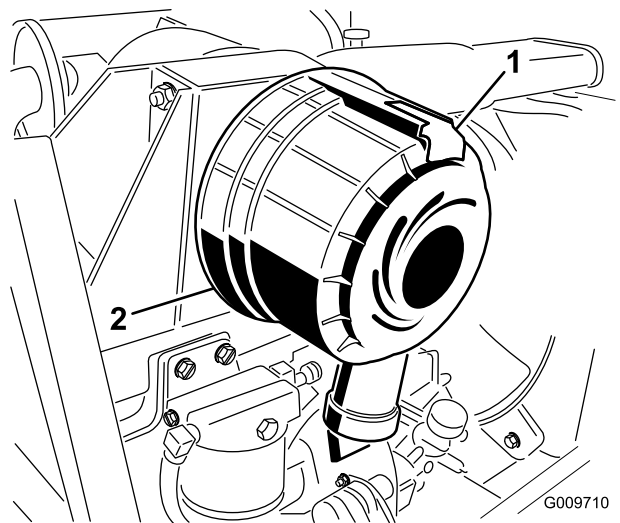

**Bild 26**
Warten Sie den Luftfilter nur, wenn die Wartungsanzeige dies angibt (Bild 26). Das frühzeitige Auswechseln des Luftfilters erhöht nur die Gefahr, dass Schmutz in den Motor gelangt, wenn Sie den Filter entfernen.
6. Stellen Sie die Anzeige (Bild 26) zurück, wenn sie auf Rot steht.